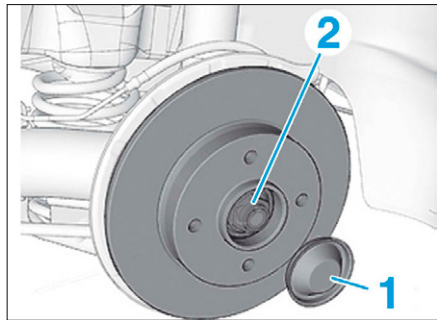

FIG. 10
- Déposer (Fig.10) :
- le capuchon (1),
- l'écrou de moyeu (2),